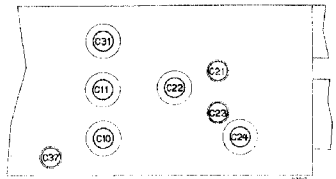

Fig. 2
6. C24 en C21 trimmen op maximale output (zie fig. 2).
8. C23 en C22 trimmen op maximale output (zie fig. 2).
3. C37 op **minimale** output instellen bij sterk inputsignaal (zie fig. 2) C37 verzegelen.
8. C12 trimmen op maximale output (zie fig. 2) en C12 verzegelen.